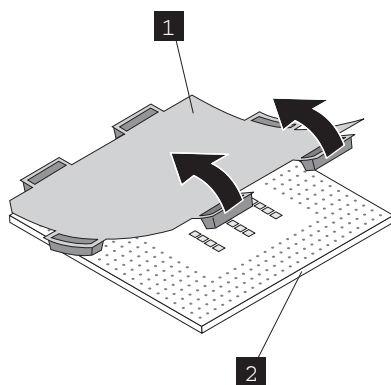

Figura 303. Removendo a tampa plástica protetora de um microprocessador
- e. Se houver uma tampa protetora plástica na parte inferior do microprocessador, remova-a cuidadosamente, conforme mostrado na Figura 303 na página 380.